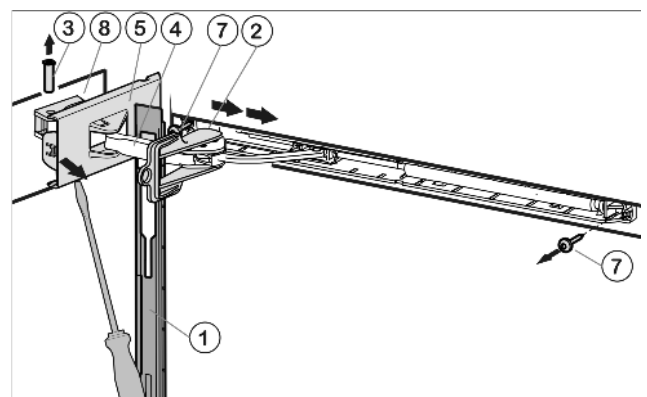

Fig. 5
- Blende über den Dämpferbügel Fig. 5 (4) in Richtung Gerät nach vorne schieben.
- Sicherung Fig. 5 (2) in Langloch einrasten.
- Scharnierseitige Abdeckung Fig. 5 (5) mit Hilfe eines Schraubendrehers bis zur ersten Verrastung lösen.
- Bolzen Fig. 5 (3) von unten rausdrücken.
- ▶ Dämpferbügel *Fig. 5 (4)* Richtung Tür drücken.
- ▶ Scharnierseitige Abdeckung *Fig. 5 (5)* komplett lösen und abnehmen.
- ▶ Blende *Fig. 5 (1)* abnehmen.
- ▶ Schließdämpfereinheit abschrauben (2 mal Torx® 15) *Fig. 5 (7)*.
- ▶ Lagerteil *Fig. 5 (8)* abschrauben und um 180° gedreht auf die Gegenseite umsetzen. Schraubenlöcher evtl. vorstechen oder Akkuschrauber verwenden.